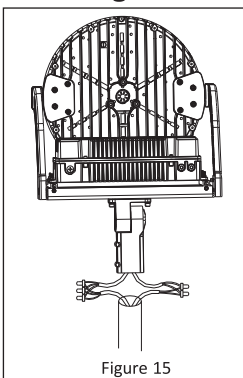

Figure 15
1. Desserrez les quatre boulons du montage à raccord lisse. Reliez les fils conformément au **schéma de câblage.** Poussez l'excédent de câblage dans le poteau. **Reportez-vous à la Figure 15.**